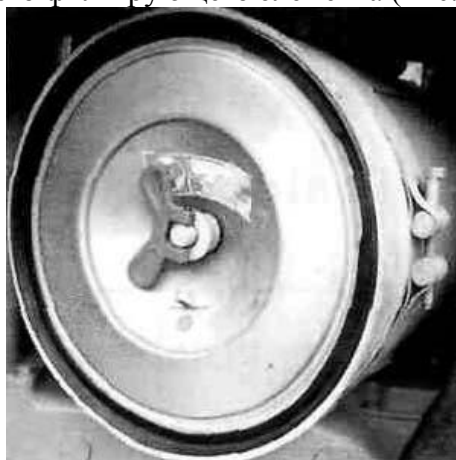

Рис. 6-18
2. Чистка или замена внешнего фильтрующего элемента (Рис. 6-18)